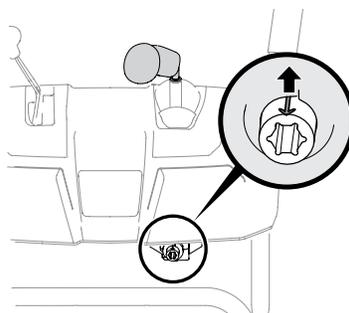

Figure 2-23
5. Faites pivoter la manette de 30 degrés vers la droite pour que la flèche grise située sur l'engrenage à pignons sous le tableau de commande, soit face vers le haut. Voir Figure 2-23.